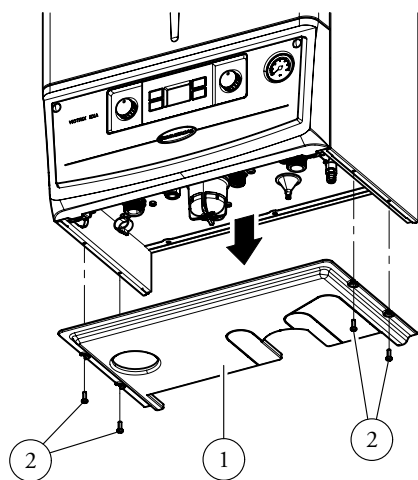
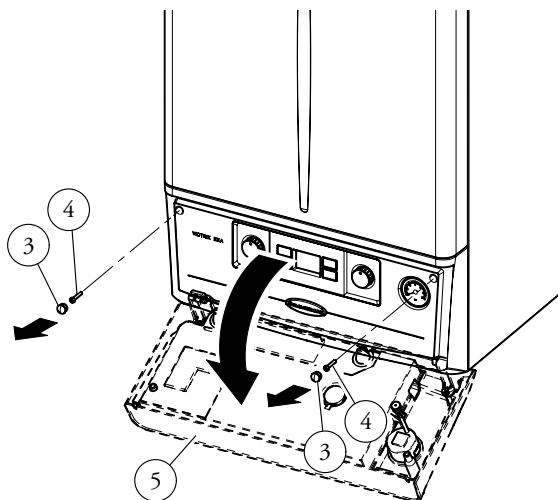
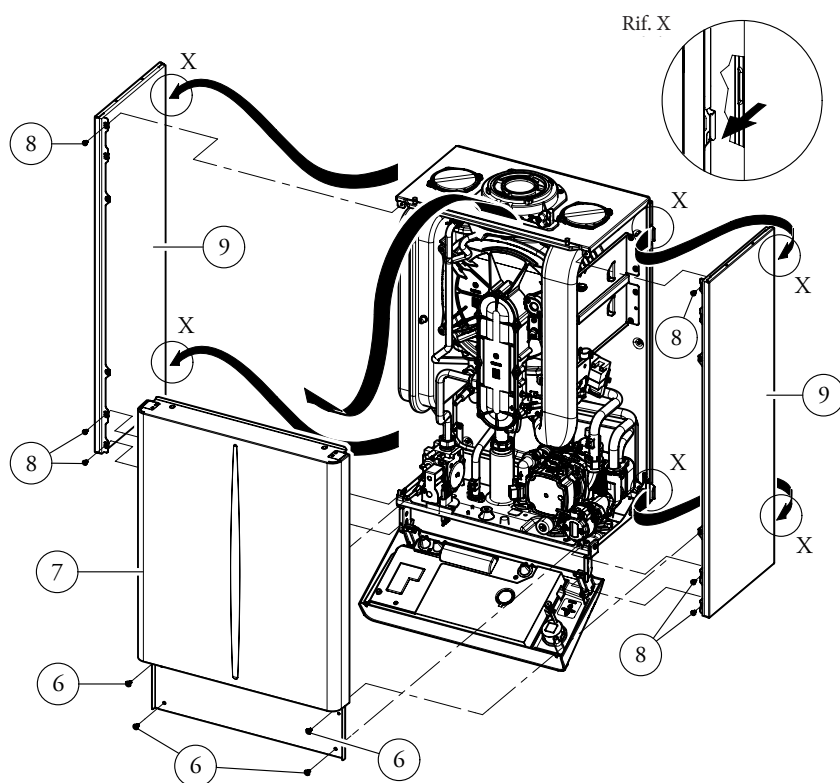

Fig. 3-5a
Fig. 3-5b
Fig. 3-5c
• **Griglia inferiore (Fig. 3-5a).**
- 1) Svitare le viti (2).
- 2) Sfilare la griglia (1).
• **Frontalino (Fig. 3-5b).**
- 3) Estrarre i tappi di copertura (3) e svitare le viti (4).
- 4) Far basculare il cruscotto (5) verso se stessi.
• **Mantello (Fig. 3-5c).**
- 5) Svitare le viti (6) che fermano la facciata mantello (7) e i due fianchi (9).
- 6) Tirare leggermente la facciata mantello (7) nella parte inferiore verso se stessi e nel contempo spingere verso l'alto.
- 7) Svitare le viti (8) presenti sui fianchi (9).